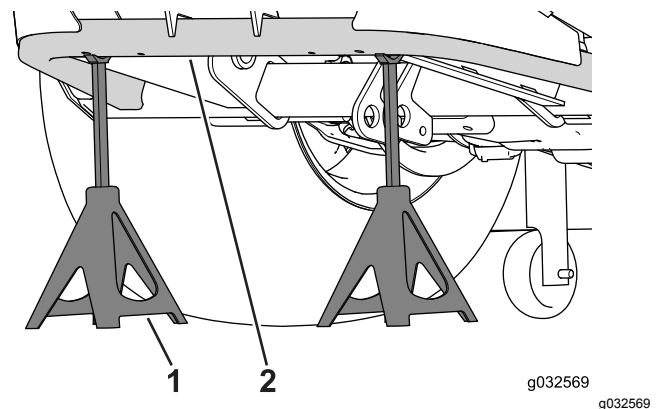

Bild 54
2. Stützen Sie das Heck der Maschine mit zwei Achsständern unter dem Rahmen ab (Bild 54).